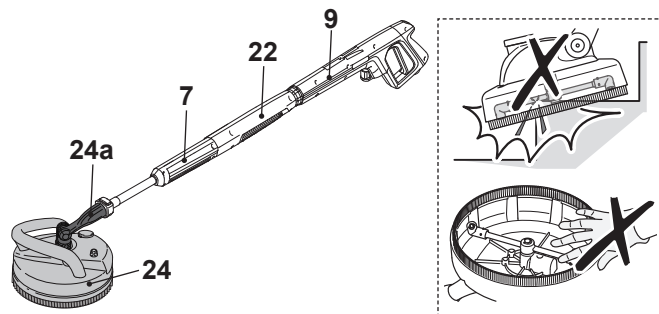

Fig. 12
4. Encaje firmemente la lanza corta de extensión (22) girando la manga (22b) en el sentido de las agujas del reloj (paso 3).
5. Alinee e inserte las lengüetas (7a) de la lanza de extensión (7) en las ranuras del puerto de conexión de la lanza corta de extensión (22) (paso 4).
6. Encaje firmemente la lanza de extensión (7) girandola en el sentido de las agujas del reloj para fijarla en su sitio (paso 5). Asegúrese de que la flecha de la lanzacorta de extensión se alinea con la flecha de la lanza de extensión.
7. Coloque el cepillo de terraza (24) en la lanza de extensión (7) (Fig. 12).